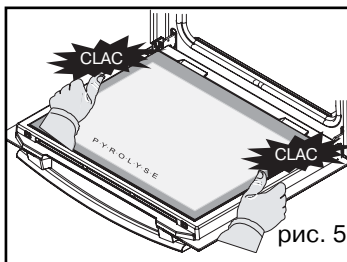

рис. 5
- Закрепите последнее стекло так, чтобы надпись "PYROLYSE" была расположена по направлению к вам (рис.5).